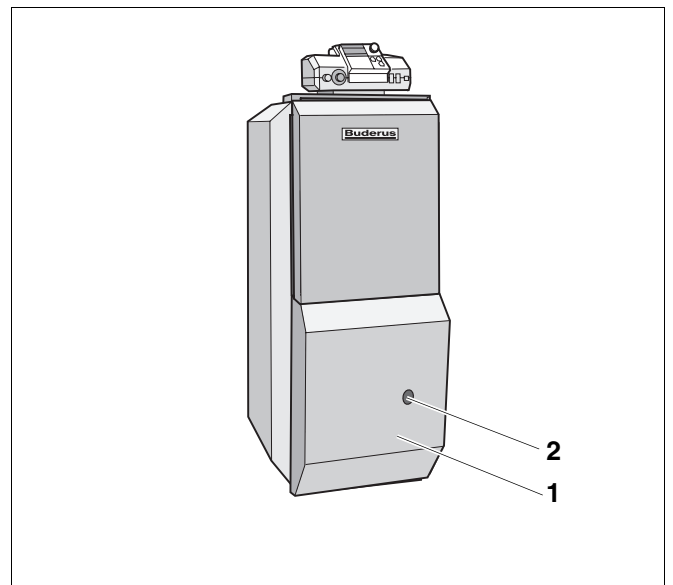

Abb. 5 Brennerhaube abnehmen
Wenn Ihr Logano S115 mit einem Brenner Logatop des Typs BE ausgestattet ist, können Sie die Entstörtaste des Brenners durch die Bohrung der Brennerhaube (Abb. 5, **Pos. 2**) betätigen. Sie müssen die Brennerhaube nicht demontieren.
- Nehmen Sie die Brennerhaube (Abb. 5, **Pos. 1**) ab.